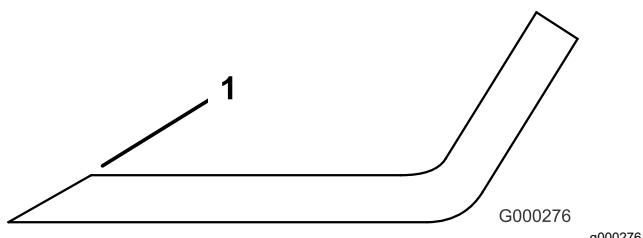

Figura 26
1. Afíle el filo de corte en ambos extremos de la cuchilla (Figura 26).